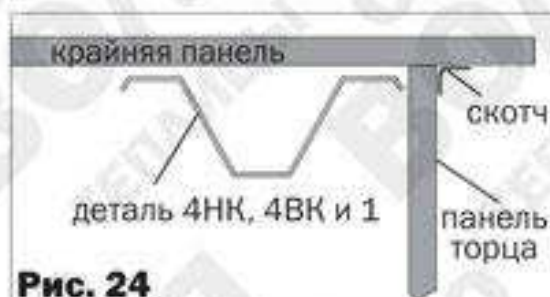

Рис. 24
- Заклейте стык покрытия между торцами теплицы и верхними панелями скотчем (**рис.24**).